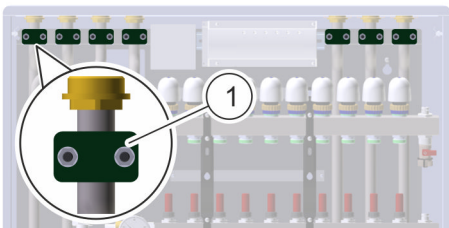

Abb. 36: Rohrbefestigungen lösen
2. ➔ Mit einem Innensechskantschlüssel alle Rohrbefestigungen (Abb. 36/1) des Heizungsmoduls anlösen.